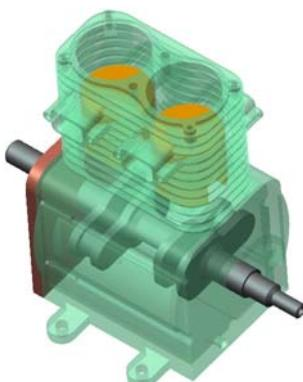

图 9.3.16 装配第 2 个活塞
(6) 单击操控板中的 按钮，完成滑块连接的创建。
Step8. 装配第 2 个活塞。参考 Step6 和 Step7 的操作步骤，装配第 2 个活塞，如图 9.3.16 所示。